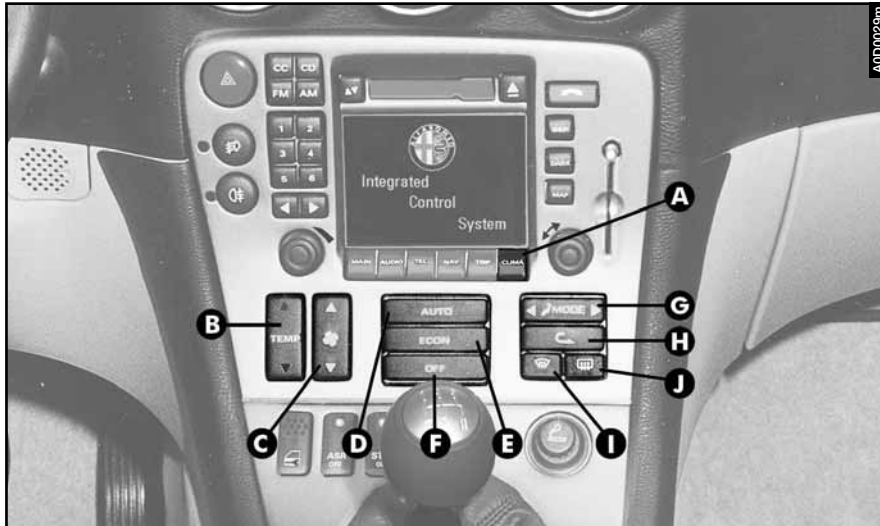

fig. 94
- la "temperatura equivalente" deseada apretando el pulsador (**B-fig. 94**);
## DESCRIPCIÓN DE LOS MANDOS (fig. 94)